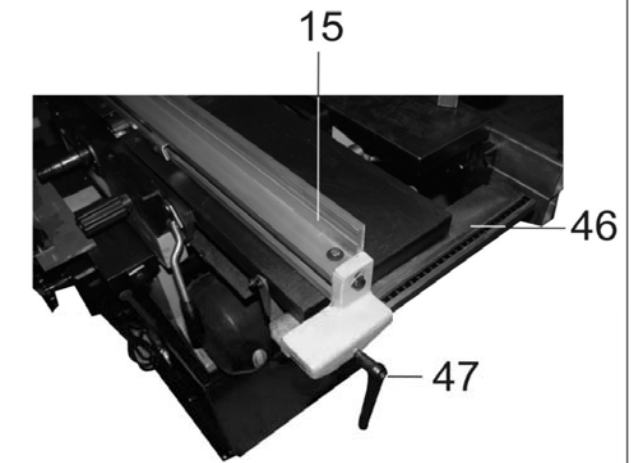

Рис. 8
8.2.5. На рельсе (46) установите и ручкой (47) закрепите направляющую планку (15), Рис.8.
- направляющую планку (15) переустановить, повернув на  $180^\circ$ , на опоре (65) лицевой стороной к пильному диску (6), Рис. 8;
- при продольном пилении направляющую планку (15) установить в необходимое положение по шкале рельсы (46). Положение зафиксировать ручкой фиксации (47);
- болтом фиксации (64), зафиксировать выбранный угол наклона направляющей планки (15) относительно пильного рабочего стола (4) (см. пункт 9.6);
- при торцевом пилении установить направляющую скоса (8) на предполагаемый угол пиления.